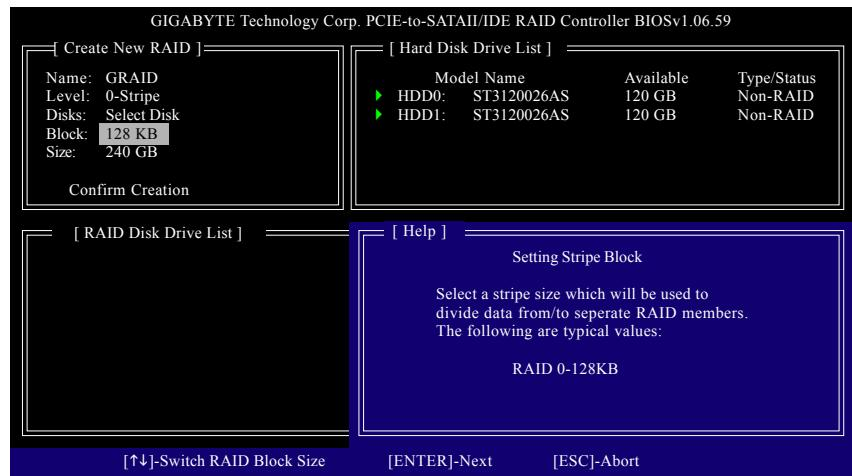

図 6
4. **ブロックサイズの設定 (RAID 0 のみ):** Block(ブロック) アイテムの下で、上または下矢印キーを使用してストライプブロックサイズを 4 KB ~ 128 KB の間で選択します(図 6)。<Enter> を押します。